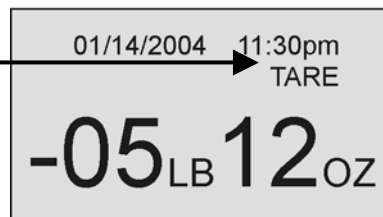

Figura 5. Peso Tara
El usuario puede establecer un peso tara presionando el botón TARE (9) mientras hay un peso en la plataforma de la balanza. El display pasa a cero y la TARA será exhibida para indicar que hay un valor tara en la memoria (como presentado en la Figura 5 arriba).